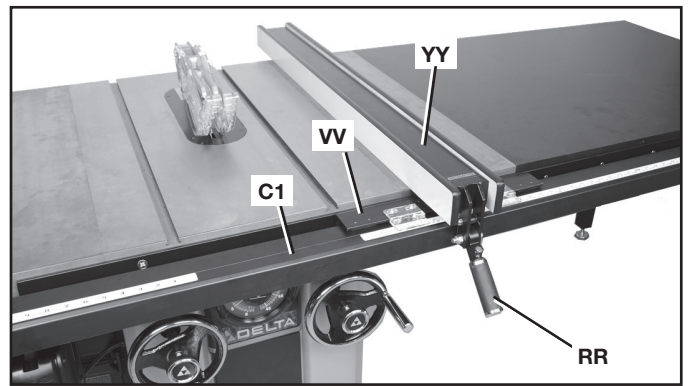
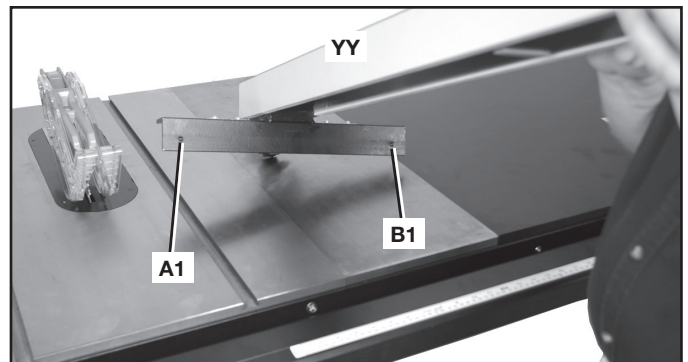

FIG. 24
FIG. 25
Quand la poignée de verrouillage du guide (RR) fig. 24 est en position basse, la traverse du guide (VV) devrait être bien serrée sur le tube du guide (C1).
Si la traverse du guide (VV) fig. 24 n'est pas bien serrée sur le tube du guide (C1) quand la poignée est abaissée, comme dans l'illustration, lever la poignée (RR), soulever le guide du tube du guide et tourner le guide comme l'illustre la fig. 25.
**Si le guide a trop de jeu,** serrer légèrement les deux vis de réglage (A1) fig. 25 et (B1).
**Si le guide est trop serré,** desserrer les deux vis (A1) et (B1) de la fig. 25.
Replacer le guide sur le tube du guide (C1) fig. 24 et vérifier de nouveau si la traverse du guide est bien serrée sur le tube du guide lorsque la poignée de verrouillage (RR) est abaissée. Régler de nouveau le cas échéant.
**REMARQUE :** vérifier encore une fois le guide (YY) fig. 24 et s'assurer qu'il est toujours parallèle à la rainure pour guide d'onglet.